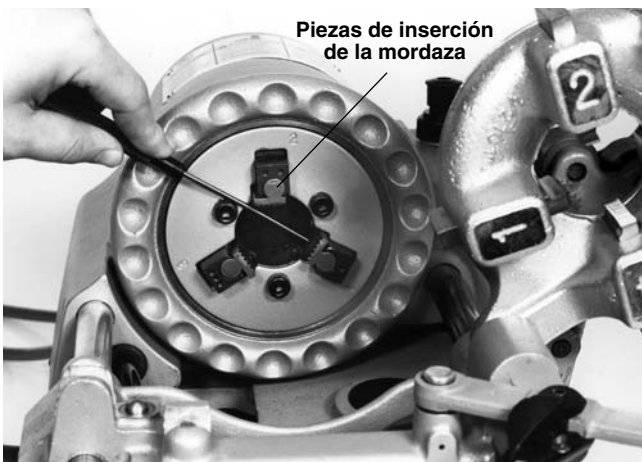

Figura 16 - Reemplazo de las inserciones de la mordaza
1. Para extraer las inserciones, meta un punzón en la ranura del retén de resorte en la mordaza y empuje hacia abajo. (Figura 16)